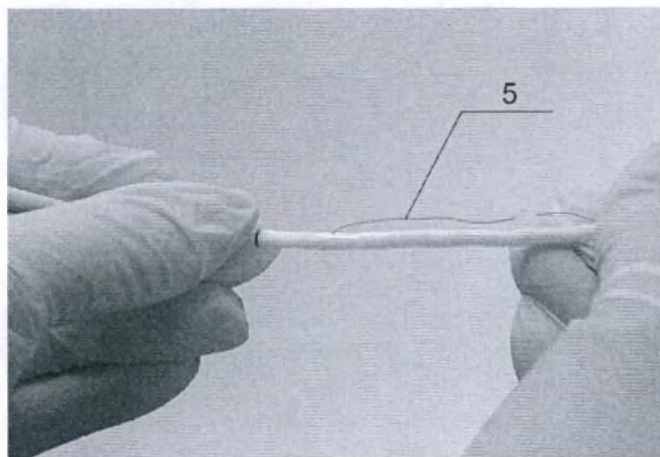

Рис. 3
1. Расправить «свиной хвост» по возможности прямо. Так, чтобы нить поз.5 находилась в свободном состоянии (Рис.3).